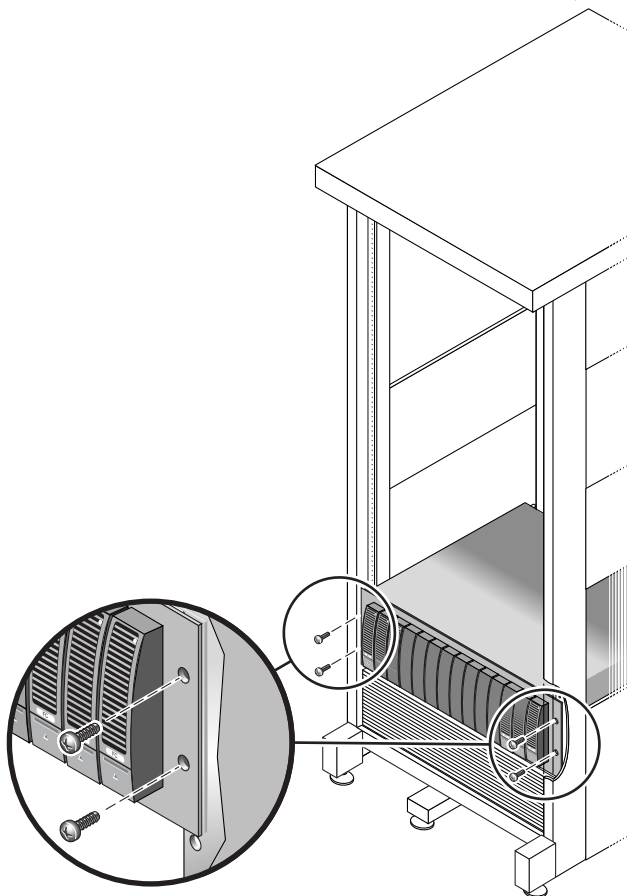

図 2-12 格納装置の Sun Rack 900/1000 キャビネットの正面への固定
- Sun Rack 900/1000 キャビネットを使用する場合は、プラスのねじ回し (Phillips の 3 番) を使用して、M6 ねじを 4 本 (左右に 2 本ずつ) 取り付けてしっかりと締め、格納装置をキャビネットの正面に固定します (図 2-12)。